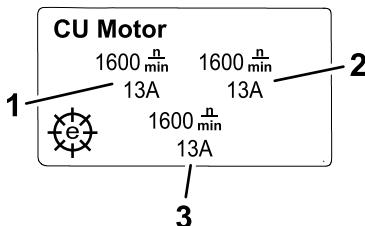

Figura 20
- **Schermata delle informazioni del motore CU** (Figura 20): mostra la velocità e la corrente di ciascun motore degli apparati di taglio.